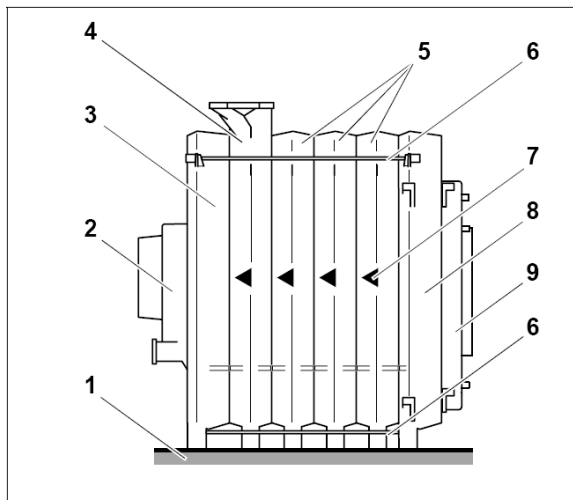

Fig. 5 Pannblock
Det är en fördel att ställa upp pannan på ett 5-10 cm högt fundament (Fig. 5, **pos. 1**). Fundamentet ska vara fullständigt jämnt och vågrätt. Pannans framkant bör vara kant i kant med fundamentets kant.
Ihopdragningen av pannkroppen börjar alltid bakifrån och går framåt, eftersom man startar med det bakersta elementet (Fig. 5, **pos. 3**). Det första elementet (Fig. 5 **pos 8**) ska alltid monteras sist.
När elementen samlas, ska du vara uppmärksam på riktningsspilarna (Fig. 5, **pos. 7**) och positionen för mellanelementet med övre framledningsanslutningen (Fig. 5, **pos. 4**), och monteringen ska ske enligt nedanstående anvisningar och illustrationer!
Förklaring (Fig. 5):